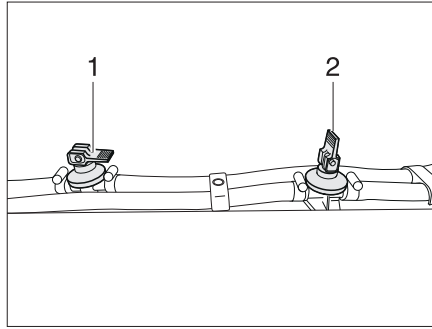

Fig. 346 Robinet de vidange
- Fermer tous les robinets de vidange. Placer le levier à bascule (Fig. 346,1) en position horizontale.